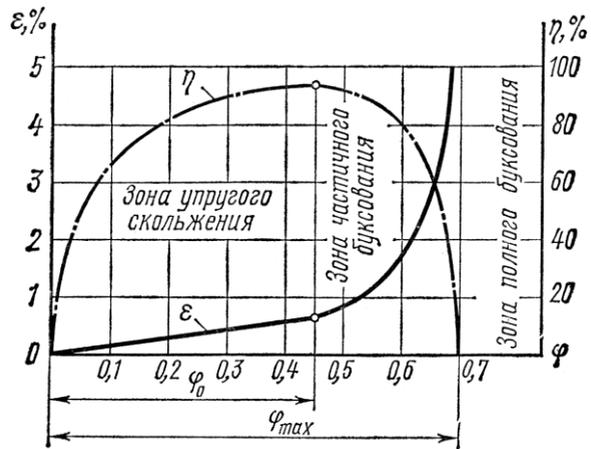

Рис. 36
11. Определить приведенное полезное напряжение для ремня, используя кривую скольжения, КПД и оптимальный коэффициент тяги, если напряжение от предварительного натяжения ремня 3,2 Мпа (рис. 36).